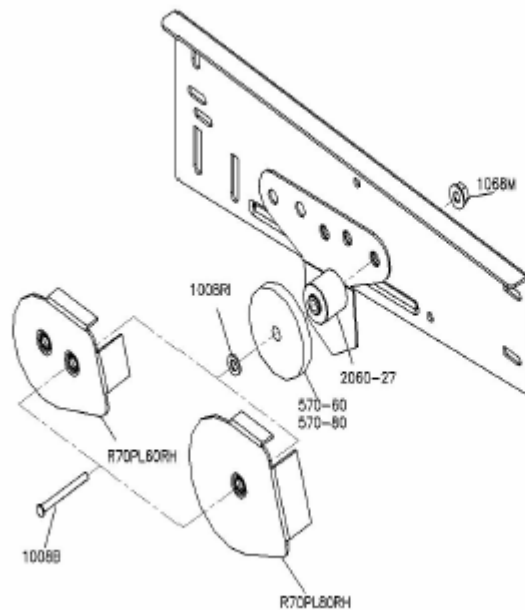

Figure 5
4. Insérez la vis spéciale M8 (1008B) dans la plaque de couverture (R70PL80 ou R70PL60), la poulie de retour (570-60 ou 570-80), l'écarteur (2060-27) et le trou A, B et C (voir figure 5) de la plaque latérale consolidée du rail horizontal. L'écarteur doit être installé avec le côté plat contre la plaque latérale. Installez l'écrou M8 (1068M) et serrez-le.